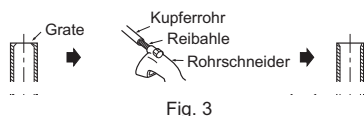

Fig. 3
- Achten Sie bitte beim Anschließen des Ablaufschlauchs an das Hart-PVC-Rohr darauf, den Schlauch fest und sicher in das Rohr einzusetzen. (Fig. 3)
- 4) Bringen Sie die Ablasskappe in dem Bereich an der Rückseite des Innengeräts an, an dem der Ablaufschlauch angeschlossen werden soll. (Fig. 3)
- Entfernen Sie sorgfältig alle Grate vom abgeschnittenen Rohrquerschnitt. (Fig. 3)